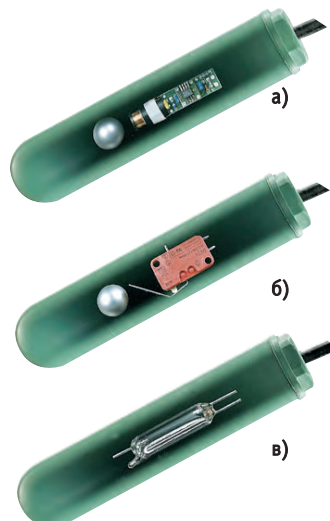

Рис. 2. Не содержащие ртути коммутационные устройства поплавковых выключателей
1. Шаровой микровыключатель с определением положения на основе индуктивного метода (рис. 2 а):
2. Шаровой концевой микровыключатель (рис. 2 б):
3. Микровыключатель, использующий жидкий металлический сплав Galinstan (рис. 2 в):